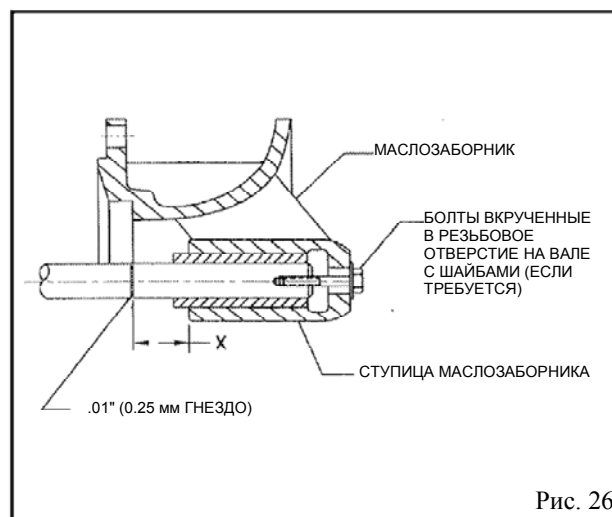

Рис. 26
- Вставьте вал насоса в подшипник маслозаборника до дна, затем вытащите вал, пока расстояние между гнездом на валу и верхом ступицы маслозаборника (не верха подшипника) станет достаточным для определенного насоса (см. рис. 26).